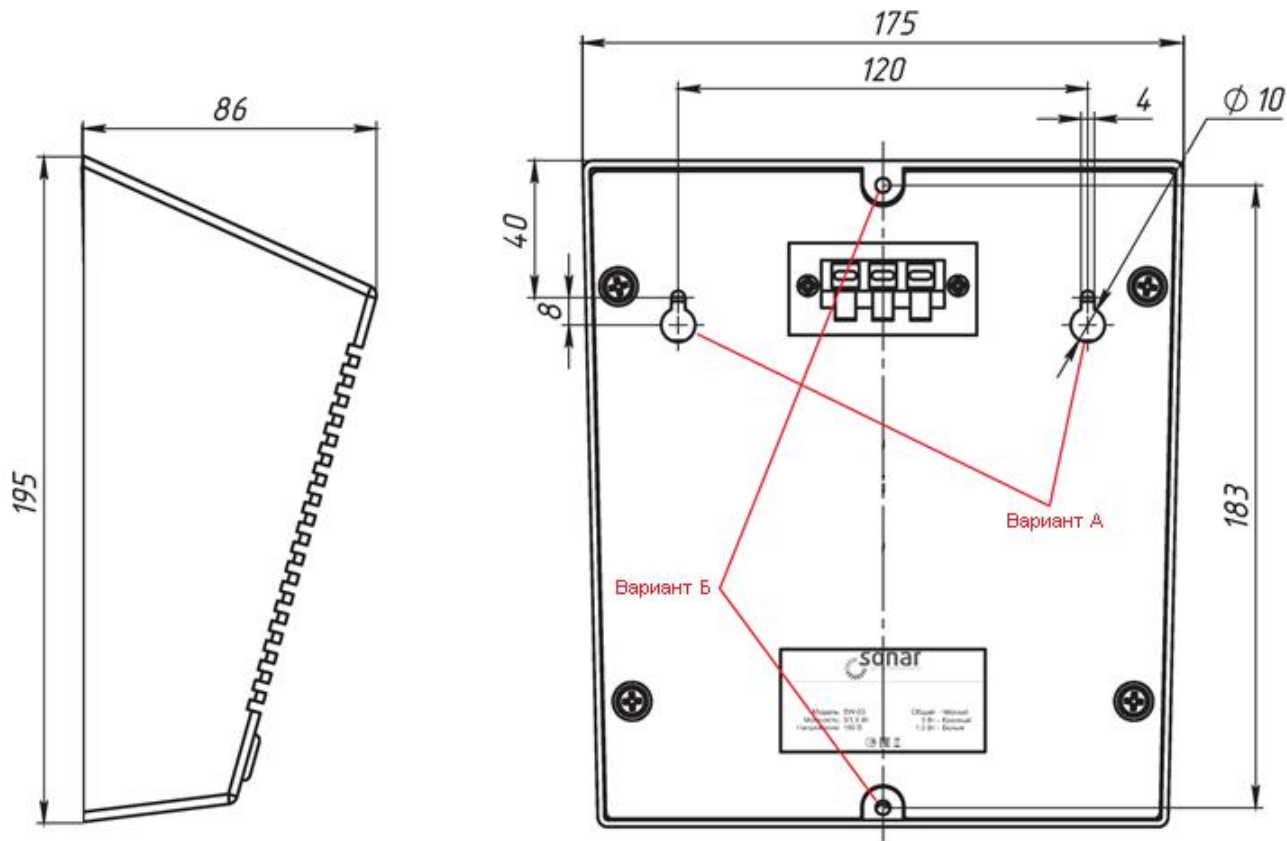

Рисунок 4
- вариант А: просверлить в стене отверстия, используя разметку для установочных размеров «А» (рисунок 4). Установить в отверстия дюбели, вкрутить в дюбели винты, не докрутив их до конца на 5 мм, установить громкоговоритель на винты, используя установочные отверстия «А»
– вариант Б: просверлить в стене отверстия, используя разметку для установочных размеров «Б» (рисунок 4). Установить в отверстия дюбели, приложить к стене громкоговоритель и закрепить его винтами через установочные отверстия «Б».